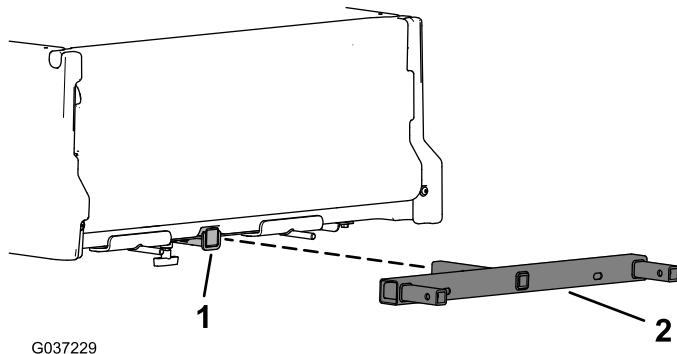

Figura 6
- Inserite il telaio del contenitore dei rifiuti nel tubo ricevente della macchina (Figura 6).
Importante: Assicuratevi che le scanalature per i montanti dello stabilizzatore siano allineate, come illustrato nella Figura 6.